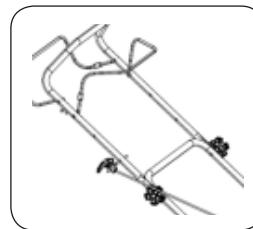

Рис. 24
4. После того, как двигатель запустится, вставьте трос стартера в направляющую. Как показано на Рис. 24